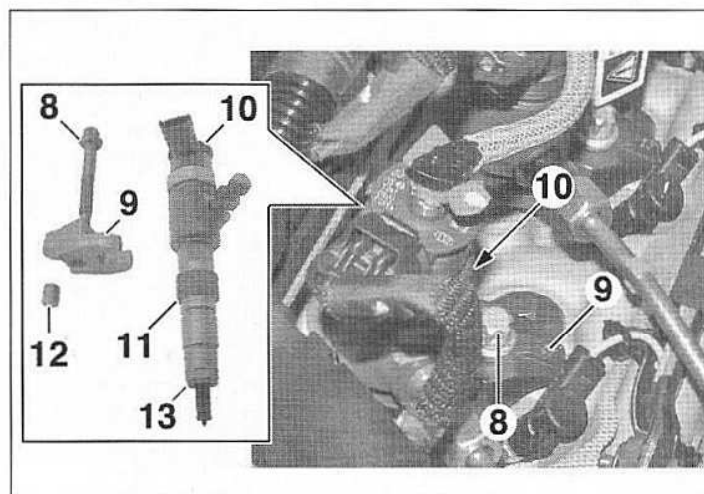

FIG.63
- les connecteurs (3),
- le raccord (4),
- les raccords (5) en appuyant en (a) tout en tirant simultanément en (b).
- Sur chaque injecteur, déposer (Fig.63) :
- la vis (8),
- la bride d'injecteur (9),
- l'injecteur (10),
- le fourreau porte-injecteur (11),
- le grain d'appui (12),
- la rondelle d'étanchéité (13) en utilisant si nécessaire l'outil [1] (voir opération concernée).